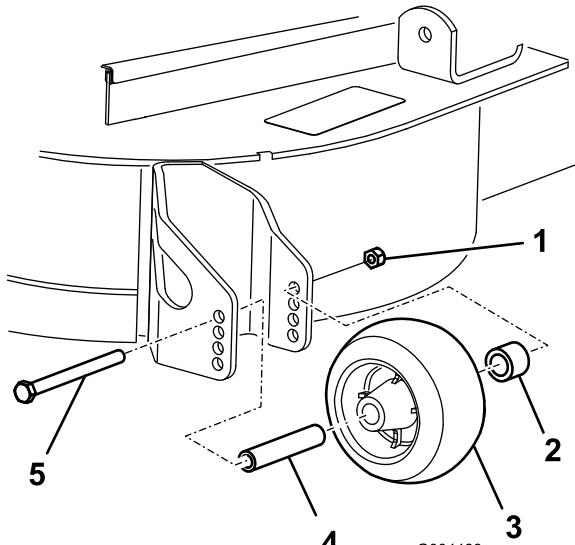

Figura 24
3. Despues de ajustar la altura de corte, ajuste los rodillos retirando la tuerca con arandela prensada, el casquillo, el espaciador y el perno (Figura 24).
5. Instale la tuerca con arandela prensada, el casquillo, el espaciador y el perno. Apriete a 54–61 Nm (Figura 24).